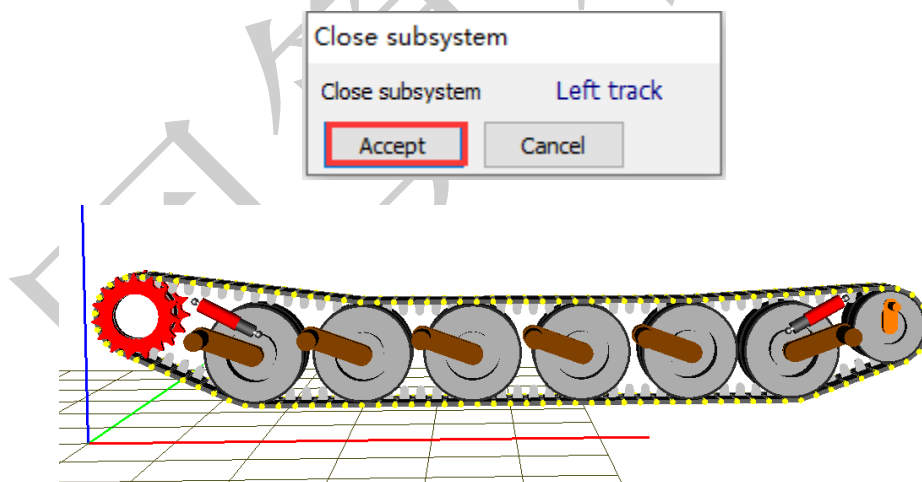

图 1.24
7. 点击 **Accept**，完成对子系统的修改，回到主模型窗口，如图 1.24 所示。